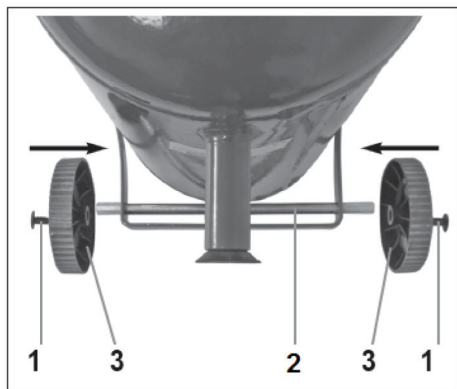

Рис. 2
- Установите на компрессор колеса (только для КПБ 190/24, КПБ 190/24+4К) (Рис. 2).